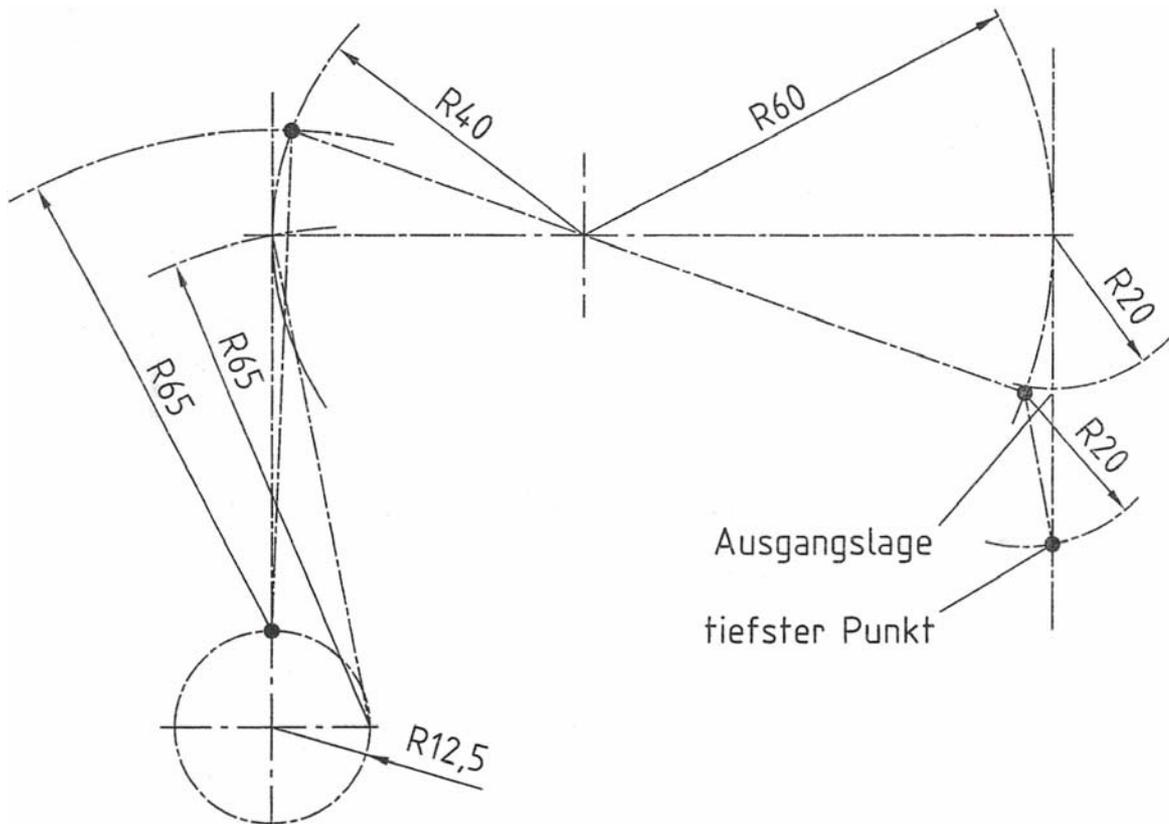

Abb.2: Kolbenhub
- 12)a) Ergänze in Abb.2 die Stellung der Gelenkpunkte für die tiefste Lage des Punktes 1 des Exzentrers und kennzeichne die Gelenke mit einem Punkt.
b) Ermittle den Weg s des Pumpenkolbens und trage das Maß in die Zeichnung (Abb.2) ein.